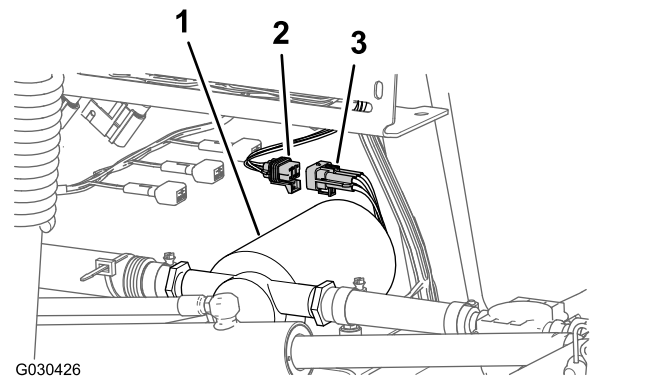

図 6
2. 後メインハーネスの6ソケットコネクタから、すすぎポンプハーネスの6ピンコネクタを外す (図 6)。